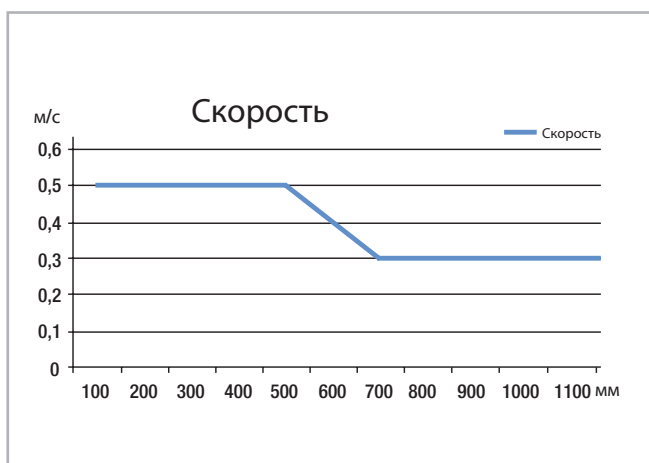

Рис. 22
Скорость выдвигания определяется размером среднего элемента. Иначе говоря максимальная скорость выдвигания обратно пропорциональна общей длине направляющей (см. рис. 22). Максимальная скорость выдвигания также имеет прямую зависимость от прикладываемой нагрузки и режима работы. Указанные значения относятся к постоянной работе под максимальной каталожной нагрузкой.
- Light rail полного или частичного выдвижения отлично подходит для использования в автоматических системах. Однако для этого необходимо обеспечить постоянное значение хода на протяжении всего срока службы и проверить скорость выдвижения (см. стр. LR-22, рис. 22). При переменных значениях хода направляющей (не полном выдвижении) может произойти смещение шарикового сепаратора, что как следствие приведет к увеличению необходимого усилия срабатывания и станет дополнительной нагрузкой для привода. Поэтому в рамках рабочего цикла с неполным выдвижением необходимо предусматривать дополнительные холостые срабатывания с полным выдвижением, чтобы сепаратор вернулся в исходное положение.